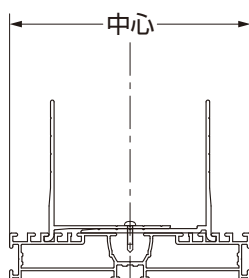

図3-5
- 【2-1】は施工ベースの中心位置に合わせて取付けてください。(図3-5参照)